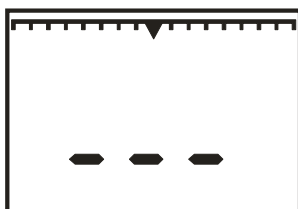

Рисунок 1.1
1.5 Включение газоанализатора осуществляется нажатием кнопки . После включения газоанализатора должен быть слышен звук работающего микронасоса. При этом на цифровом индикаторе газоанализатора отображается надпись " - - - " и «линейка» со знаком «▼», включается постоянный звуковой сигнал (рисунок 1.1).